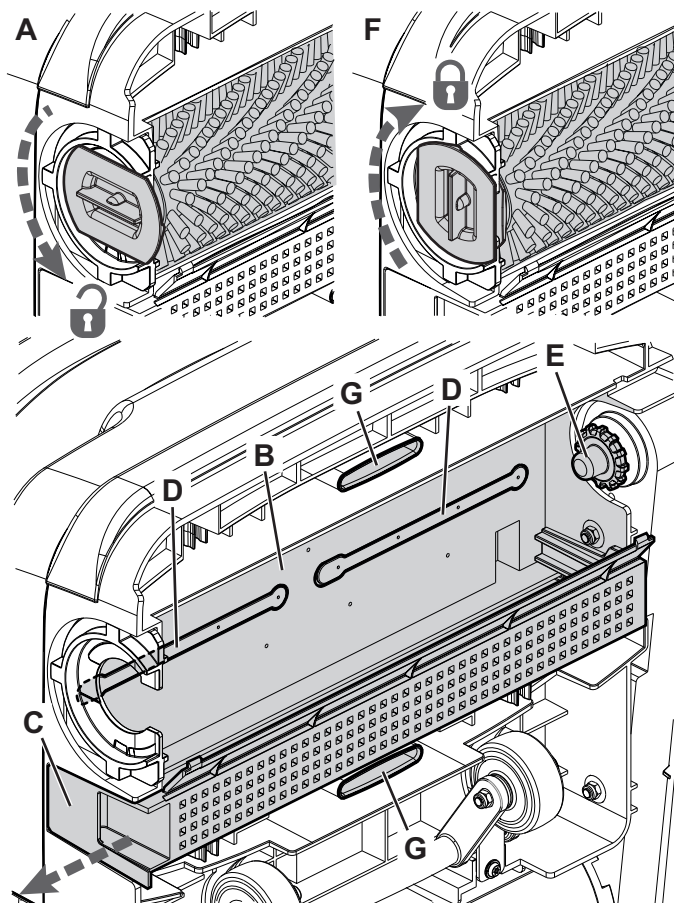

Figure 10
6. Avant de monter les barres des embouchures, nettoyer soigneusement les conduits pour l'eau de récupération (G, fig. 10) de toute saleté.
7. Monter les embouchures (20) et les accrocher complètement.
1. Tourner le levier dans le sens contraire des aiguilles d'une montre (A, Fig. 10) et enlever la brosse.
2. Nettoyer et laver la brosse cylindrique (18) avec de l'eau et du détergent.
4. Nettoyer soigneusement la zone du logement de la brosse (B).
5. Sortir le bac à débris (C), le nettoyer et le rincer à l'eau claire, puis le remettre dans son logement.
6. Démonter les doseurs de solution (D) et les nettoyer avec de l'eau et du détergent, puis les rincer et les remettre en position.
7. Remonter la brosse cylindrique (18) sur le pion d'entraînement (E) et l'accrocher en tournant le levier dans le sens des aiguilles d'une montre (F).